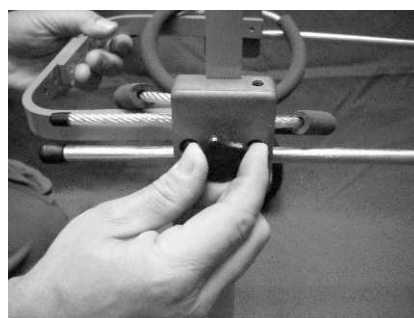

Fig. 6
4. Afloje las *mariposas* que se encuentran en los costados de la *pieza plástica principal*. **Fig. 6**
7. Ajuste las *mariposas* para fijar **“temporalmente”** la altura. **Fig. 6**